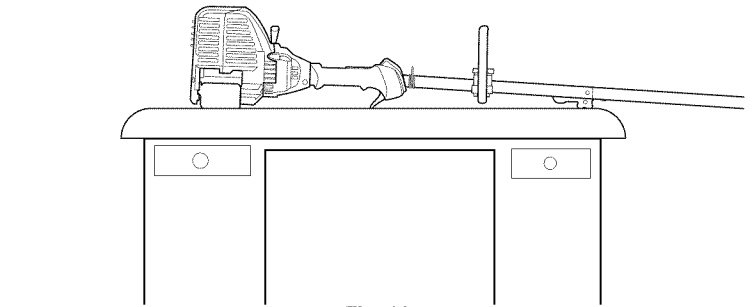

Fig. 20
2. **Ubique la unidad sobre una superficie plana y nivelada,** como un banco de trabajo o una mesa. El protector del cabezal de corte debe quedar colgando del borde de manera que el motor quede nivelado (Fig. 20).